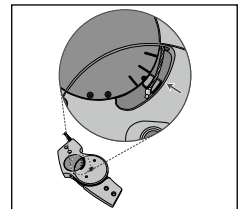

Fig. 10
16. Schuif de schakelaar van de satelliet in de automaat (Modus 1) stand (zie fig. 1) en controleer in het scharnier of de bovenzijde van de hevel zich nu verplaatst heeft en parallel staat aan de middelste streep (zie fig. 10).